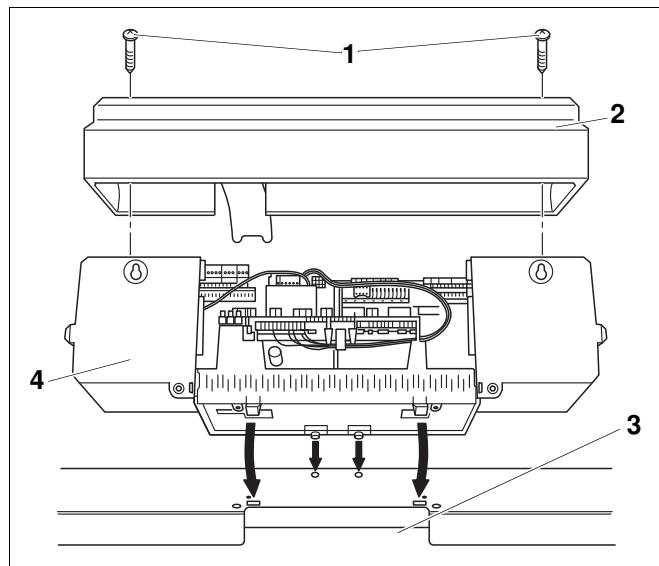
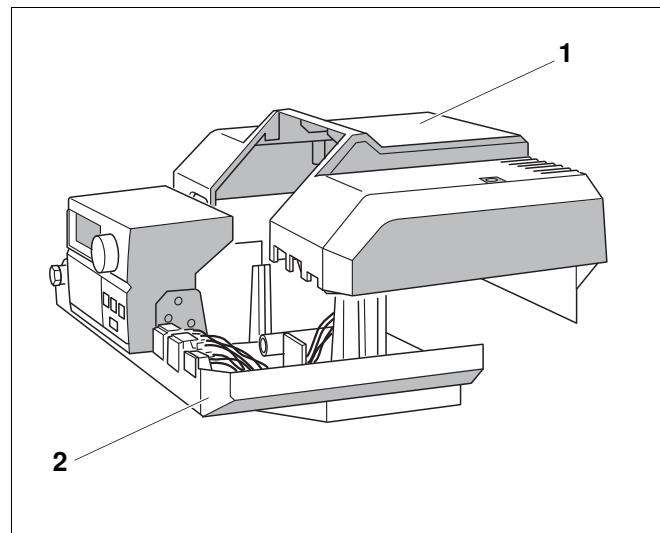

Рис. 10 Открытие и установка системы управления Logamatic 4000
Рис. 18 Установка крышки клеммного щитка
- Оба винта (Рис. 10, **поз. 1**) выкрутить сверху из крышки клеммного щитка (Рис. 10, **поз. 2**) и снять ее.
- Слегка наклонив систему управления вперед, установить ее так, чтобы передние крюки вошли в овальные отверстия. Систему управления подвинуть вперед и отклонить назад до защелкивания обоих упругих крюков справа и слева (стрелки на Рис. 10).
- Капиллярные трубы проложить через кабельный проход (Рис. 10, **поз. 3**) и развернуть на требуемую длину.
- Установить крышку клеммного щитка (Рис. 18, **поз. 1** и Рис. 10, стр. 31, **поз. 2**) и закрепить винтами к системе управления (Рис. 18, **поз. 2** и Рис. 10, стр. 31, **поз. 4**).